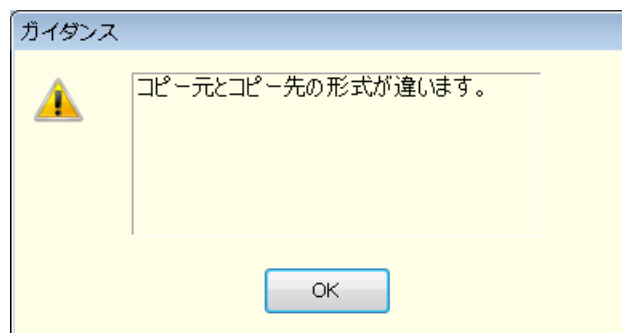

図6-8 データコピーのエラーダイアログ
- 貼り付け先として選択する範囲は、クリップボードにコピーしたときのデータ範囲と、行数と列項目を一致させてください。データ範囲が異なると、図 6-8のエラーダイアログが表示されます。